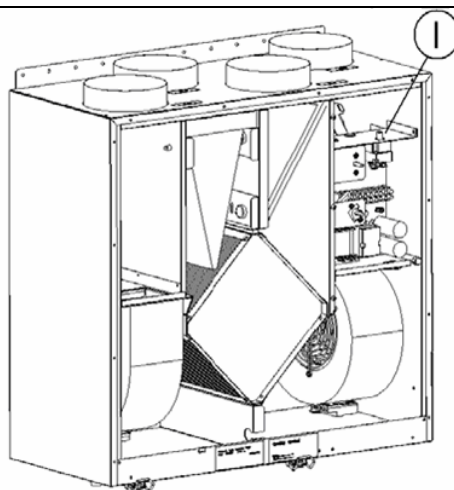

Рис. 7
- б) Проверьте, находится ли пожарный термостат в положении Сигналов аварий. Если необходимо перезапустите нажатием кнопки «I» в агрегате (Рис. 7).